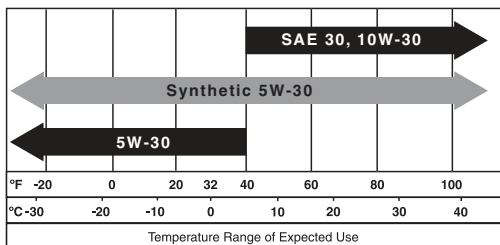

FIGURA 20: Viscosidad de aceite recomendada
Se recomienda aceite SAE 10W-30 para uso a temperatura general. Consulte la Figura 20 para obtener información sobre las viscosidades que se pueden utilizar. Es posible usar otras viscosidades que aparecen en el gráfico si la temperatura media en su área se encuentra dentro del rango indicado.
- Aceite para motor sin uso (del tipo SAE que se indica en la Figura 20)
12. Usando el embudo, vierta el aceite nuevo (sin uso) en el orificio de llenado de aceite. (Vea en la Figura 20 el tipo de aceite recomendado). No llene en exceso.